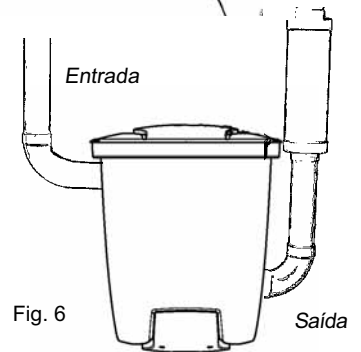

Fig. 6
5. Coloque o tampão de caixilho na tomada de saída anteriormente ocupada pela tomada do tubo de aspiração. Utilize os quatro parafusos para mantê-la no sítio. O tubo de saída tem de ser aplicado à parede de modo firme, de modo a garantir que a ligação à tomada não se solta. Lembre-se de que terá de conseguir rodar o tubo dobrado em várias direcções para garantir uma configuração de tubo adequada. Depois, ligue o tubo de saída e o silenciador, Fig 6. Coloque o aspirador central de modo a que o tubo de saída seja tão curto quanto possível, no máx. 10 metros. Leve em consideração o ambiente circundante quando posicionar a saída. Por esse motivo, deve aplicar sempre um silenciador.